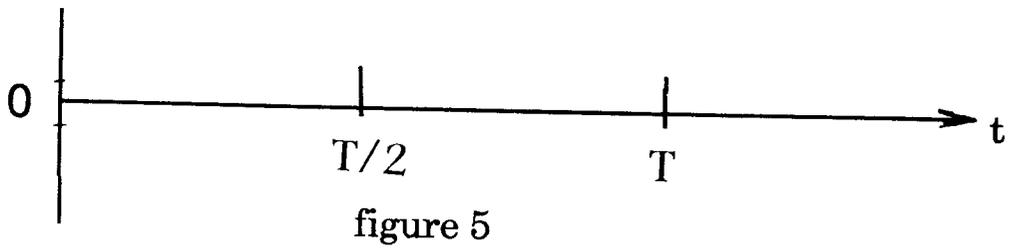

figure 5
1.1 - Indiquer **sur la figure 5**, les intervalles de conduction de chaque couple d'interrupteurs.